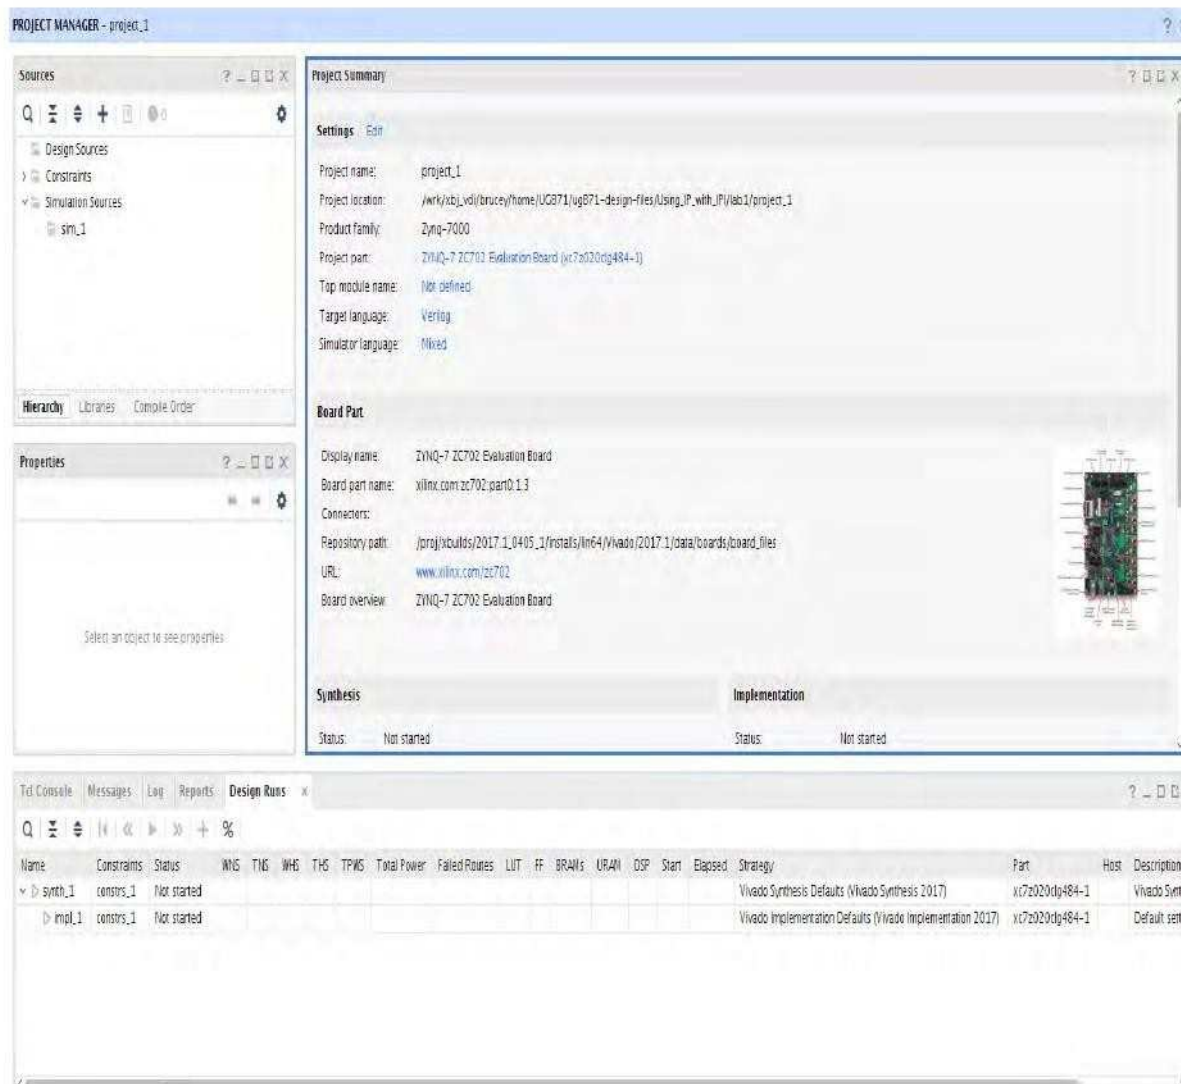

图 9-5: Vivado 项目
7. 在新项目摘要页面上，单击 **Finish** 完成新项目设置。Vivado 工作区填充并显示，如图 9-5 所示。